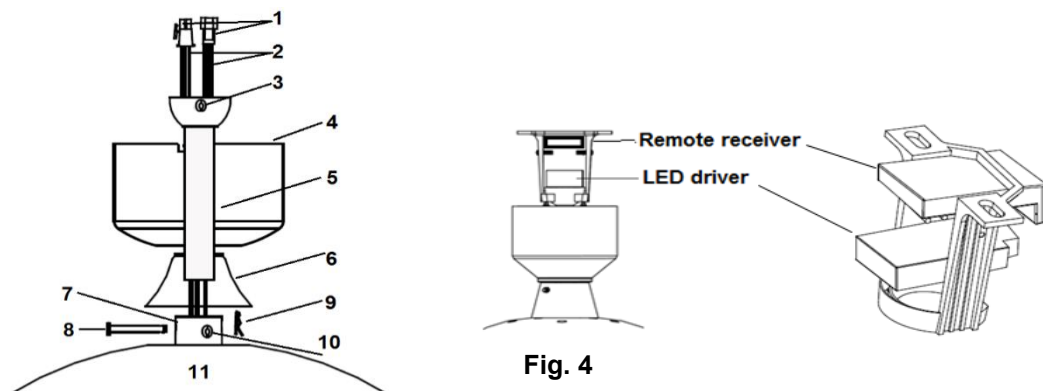

Fig. 4
2. Levante con cuidado el ventilador y coloque el conjunto de bola de la varilla ubicada en el espacio asignado en el soporte de montaje y trabaje la bola en su lugar. Inserte el controlador del LED en la parte inferior del soporte de montaje y luego inserte el receptor remoto en la parte superior del soporte de montaje. Fig. 4